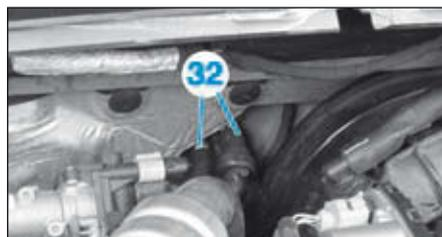

FIG.115
- les durits du radiateur de chauffage (32) (Fig.115).